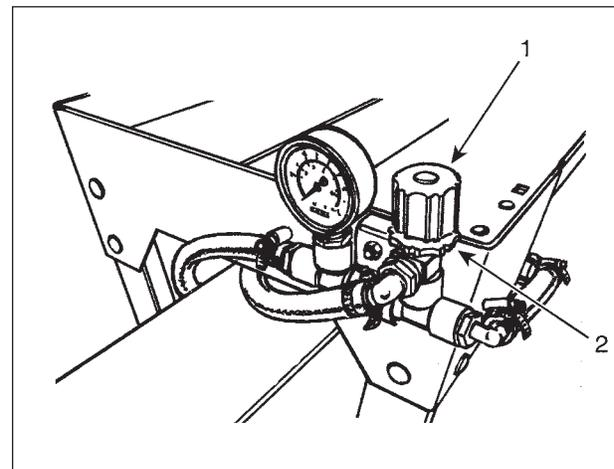

Figure 96 Ajustement de la pression
2. Ajuster la pression à 30 PSI (207 kPa) (figure 96);
3. Installer un seau vide (item 2) sous la buse de vaporisation (item 2) afin de recueillir le liquide;
AJUSTEMENT DE LA PRESSION - FIGURE 96